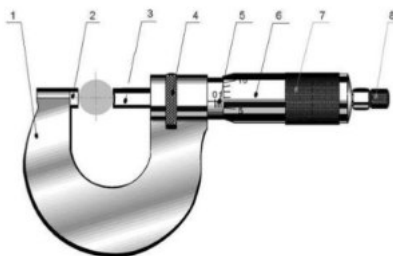

Рис. 1.1. Микрометр
1.3.5. Определить действительные размеры всех диаметров и длин измеряемой детали с помощью выбранных измерительных средств. На рис. 1.1–1.3 показаны основные приемы измерительных операций с помощью микрометрического и штангенинструментов. Измерение каждого размера производить в трех положениях инструмента по отношению к детали, расположенных под углом 120 одно к другому. 1.3.6. Среднее арифметическое значение по трем измерениям одного размера принять за действительный размер, сравнить его с предельными допустимыми по ГОСТ 25347–82 и сделать вывод о качестве исполнения данного размера («годный», «брак исправимый», «брак окончательный»). Аналогичное заключение сделать по каждому размеру.